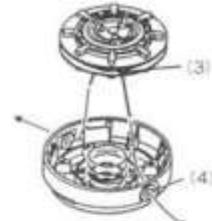

図11
- ②キャップをはずしたら、ナイロンコードボーデー中のナイロンコードリールを取り出し残っているナイロンコードを取り除きます。(図11)
⑤コードの先端をナイロンコードボーデーのナイロンコードガイド(4)の穴に通し、ナイロンコードリールをナイロンボーデーにセットします。セット位置はナイロンコードリール側板のコード引っ掛け部分(3)がコード出口に来る位置にします。(図11)